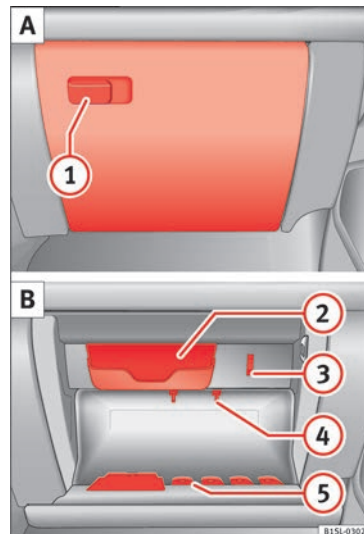

Fig. 58 Compartimento para objetos com tampa no lado do passageiro.
Levantar o manípulo para *abrir* » Fig. 58 ①.